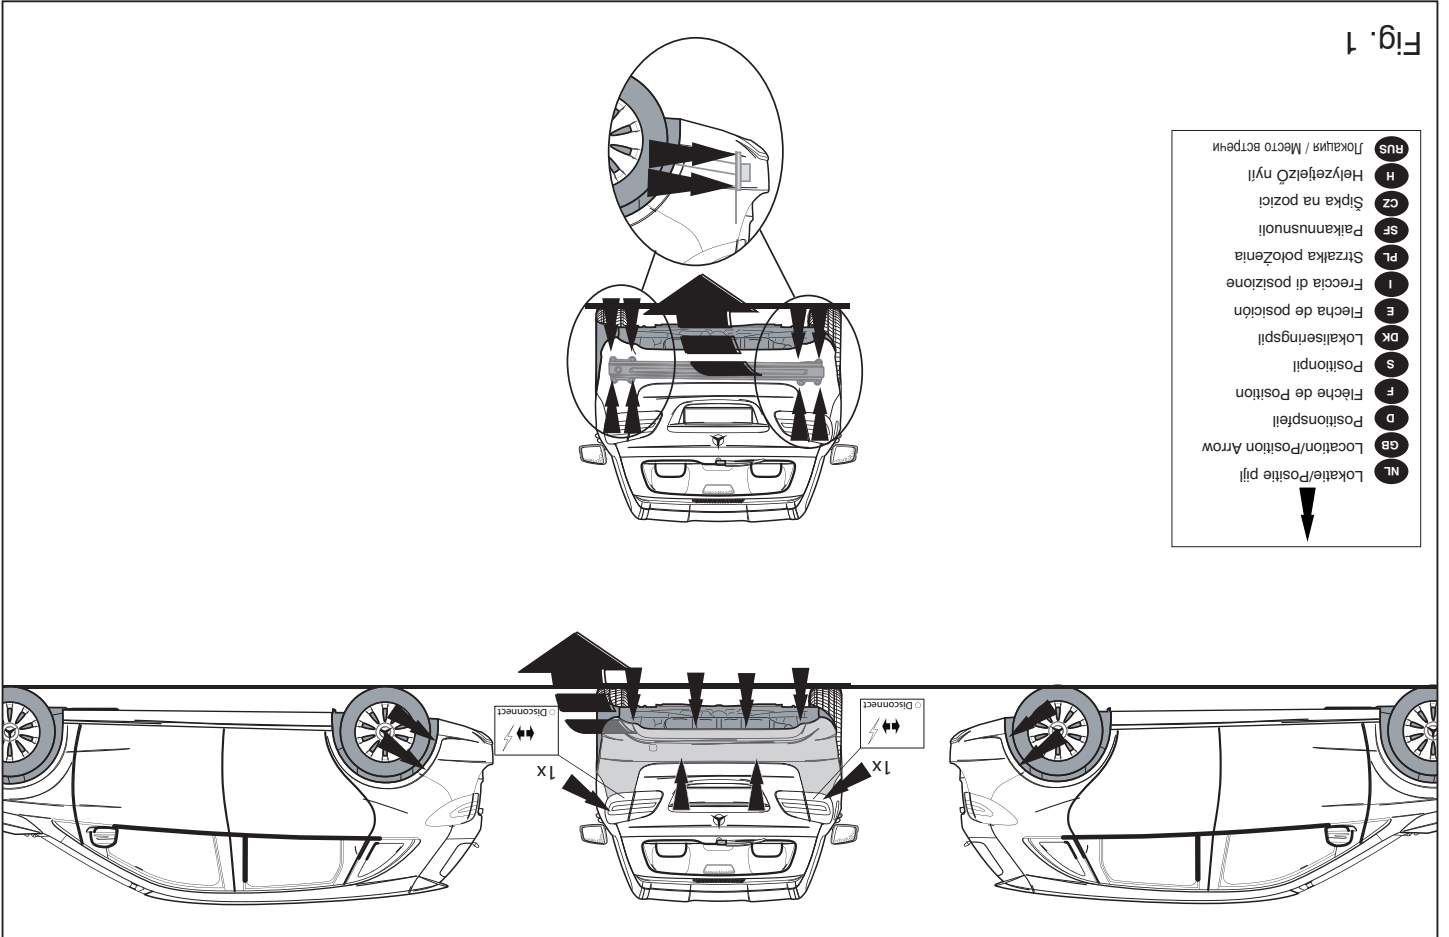

Fig. 1
1. Demonteer de bumper. (zie fig. 1)
4. Demonteer de stalen stootbalk van het voertuig, de stootbalk wordt niet meer gebruikt. (zie fig. 1)
1. Remove the bumper (see fig. 1).
4. Remove the steel buffer beam from the vehicle. The buffer beam will no longer be needed (see fig. 1).
1. Die Stoßstange abmontieren (siehe Abb. 1).
4. Die Stoßstange einschließlich des stählernen Stoßbalkens vom Fahrzeug abmontieren. Der Stoßbalken wird nicht mehr benötigt (siehe Abb. 1).
1. Démonter le pare-chocs (voir la fig.1).
4. Déposer le pare-chocs du véhicule y compris la traverse en acier ; la traverse ne sera plus utilisée (voir la fig.1).
1. Demonter kofangeren (jævnfør fig. 1).
4. Demonter kofangeren, inklusive køretøjets stålstødbjælke. Denne bliver overflødig (jævnfør fig. 1).